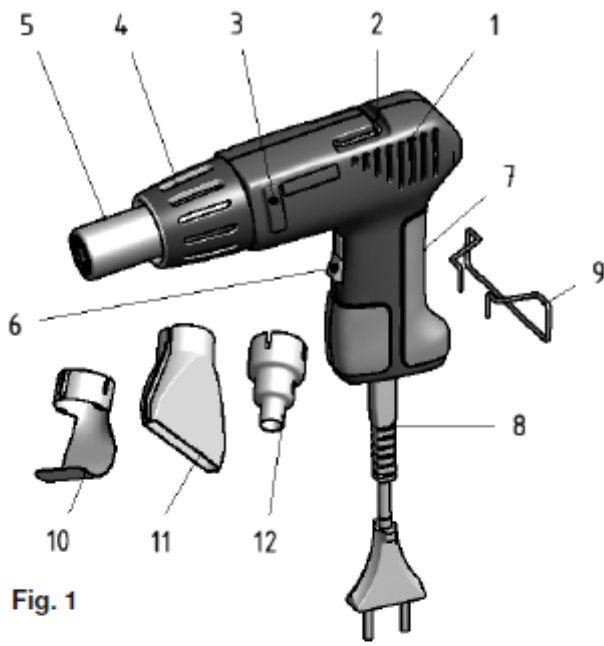

Fig. 1
LEGENDA (Fig. 1 = slika 1)
2. Napravo vklopite s stikalom (pozicija 6, fig. 1). Napravo lahko obratujete z dvema različnima stopnjama temperature. Za to samo izberite primerno pozicijo stikala I ali II. Tako lahko temperaturo optimalno prilagodite na nalogo dela in materiale.
Na ohišju so nameščene majhne izbokline (pozicija 3, fig. 1), na katere lahko položite pištolo. Te skrbijo za to, da bo zračni tok vedno usmerjen nekoliko navzgor. Upoštevajte, da lahko pri uporabi določenih šob pride dotika med odlagalno površino in šobo! Tukaj obstaja nevarnost požara in tlenja!